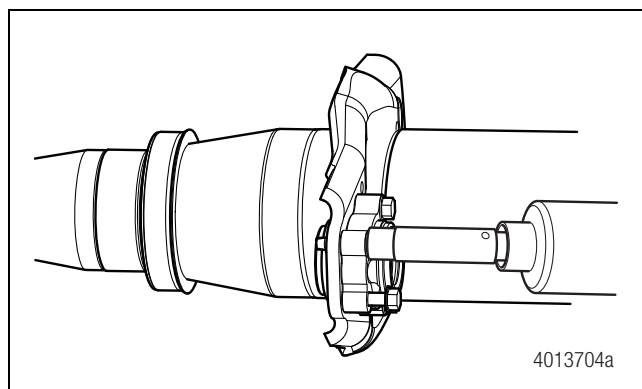

Figura 11.54
16. Apriete los pernos a 25-35 lb-pie (34-48 N•m) en forma entrecruzada para asegurar que el portabuje se asiente de manera uniforme. Figura 11.54 y Figura 11.55.